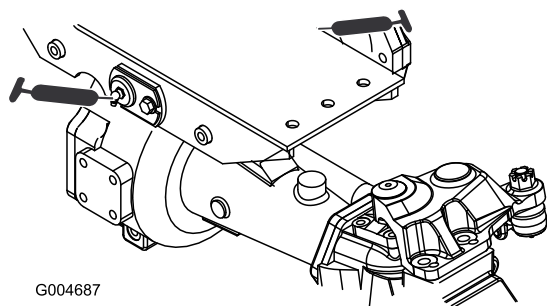

Figura 35
- 2 boccole orientabili dell'assale anteriore e posteriore (Figura 35)